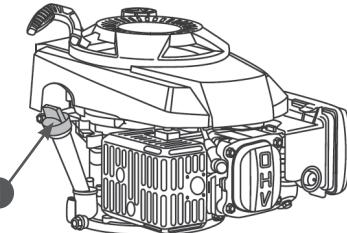

Рис. 9 Крышка-щуп маслозаливной горловины
- Открутите крышку-щуп 1 маслозаливной горловины и извлеките щуп (Рис. 9).
2. Открутите крышку-щуп 1 маслозаливной горловины и извлеките щуп (Рис. 9).